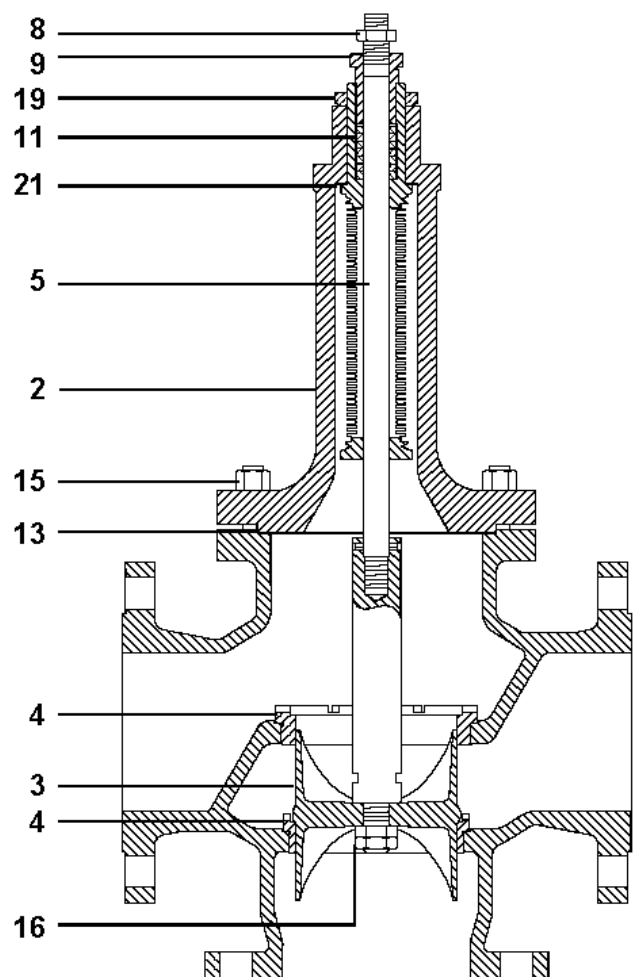

Fig. 10 Vanne de mélange
4.3.2 Procédure pour le remplacement du clapet, des sièges et du soufflet sur les vannes de mélange (se référer à la Fig. 10)